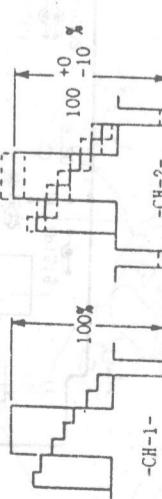

图42
② 放演校正磁带(彩条部分)。
步骤：① 以CH-2为触发器，按图42所示步聚分别调节RT202，将CH-2波形振幅设定为 $100 \pm 10\%$ 。